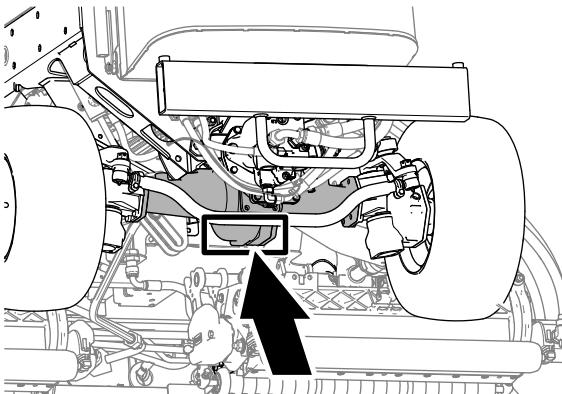

Bild 100
- Heck der Maschine: In der Mitte der Achse (Bild 100)